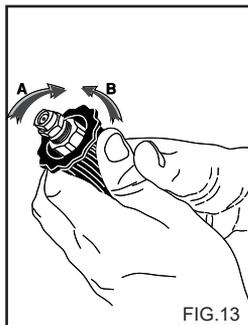

FIG.13
UTILIZAÇÃO DA CABEÇA REGULÁVEL (fig. 13).
- 2) Ligue a máquina de lavar, abra a torneira de detergente (se estiver presente), active o comando de sucção do detergente colocado na lança (fig. 13) e espalhe a solução sobre a superfície a lavar de baixo para cima. Deixe agir por alguns minutos.